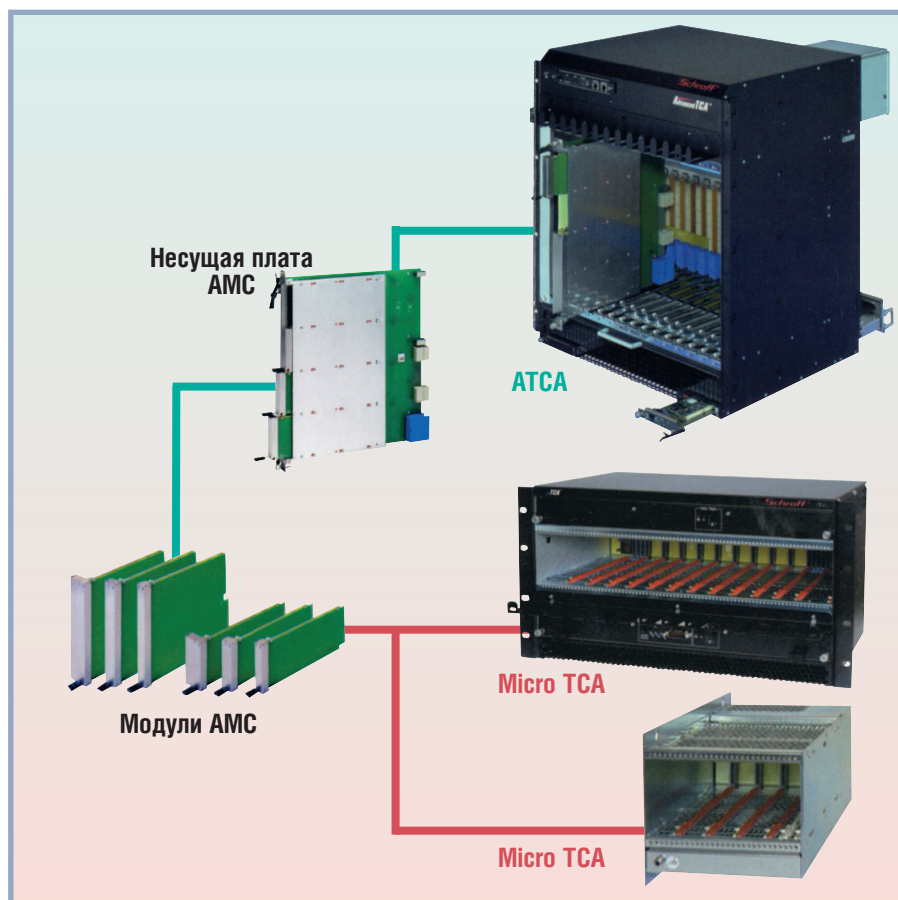

Рис. 9. Общее в концепциях ATCA и MicroTCA — применение модулей AMC, отличие — отсутствие в архитектуре MicroTCA несущей платы
Разработка перспективной архитектуры MicroTCA (микроTCA) для создания компактных модульных систем нового поколения началась в 2005 году. За основу были взяты недорогие модули AMC малого формата, объединённые задней панелью. Потенциальная область применения таких систем достаточно широка и включает физические исследования, решения инженерных задач, медицину и биологию, робототехнику, военные приложения и др. Общая концепция сводится к тому, что дочерние модули для ATCA могут применяться и в новой архитектуре MicroTCA (рис. 9). Статус спецификации новой разработки усилился благодаря включению её в программу COM, в результате чего был создан релиз COM.0, известный как COM Express. Он основан на расширенной спецификации EXT. Компактные системы должны обеспечить высокие скорости передачи между платами и устройствами ввода-вывода. Задняя панель становится ядром взаимодействия модулей в системе. Скорость передачи цифровых сигналов — до 5 Гбит/с, и ожидается дальнейший рост требований по повышению частоты передачи сигналов, что неизбежно должно привести к развитию технологии соединения модулей по задней панели. Проблема увеличения полосы частот связана с созданием соединителей с соответствующими ёмкостями, импедансами, индуктивностями, с допустимыми наводками и отражениями сигналов. Ряд промышленных производителей уже предлагает разъёмы, удовлетворяющие полосе частот до 2,5...3,187 Гбит/с для 10G Ethernet, 10G Fiber Channel (FC), Serial SCSI, Serial ATA 2 (SATA 2), Infiniband.